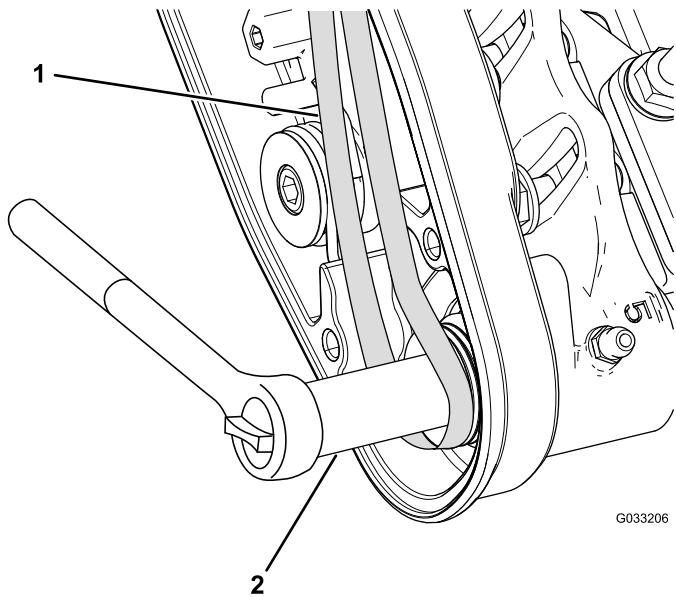

图 13
- 启动从动皮带轮上的皮带 图 13。
- 使用深套管9/16 英寸旋转滚筒刷组件并把皮带引入从动皮带轮 图 13。